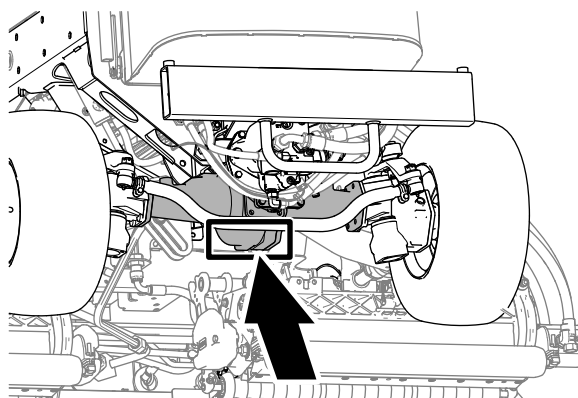

Рисунок 111
- Задняя часть машины — в центре моста (Рисунок 111)